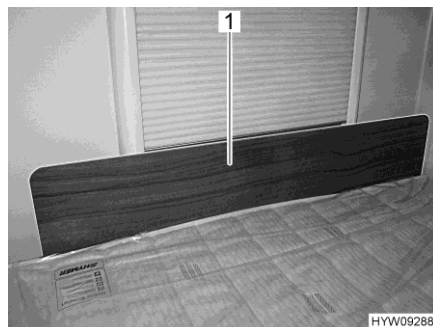

Fig. 102 Cache de protection/protection antichute
- Placer le cache de protection (Fig. 102,1) devant la fenêtre entre le matelas et le cadre de la fenêtre. Le matelas maintient le cache de protection dans sa position devant le cadre de la fenêtre.